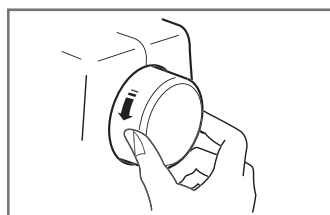

Рис.11
6.7.2 Поверните маховик, чтобы поднять иглу в крайнее верхнее положение (Рис.11).